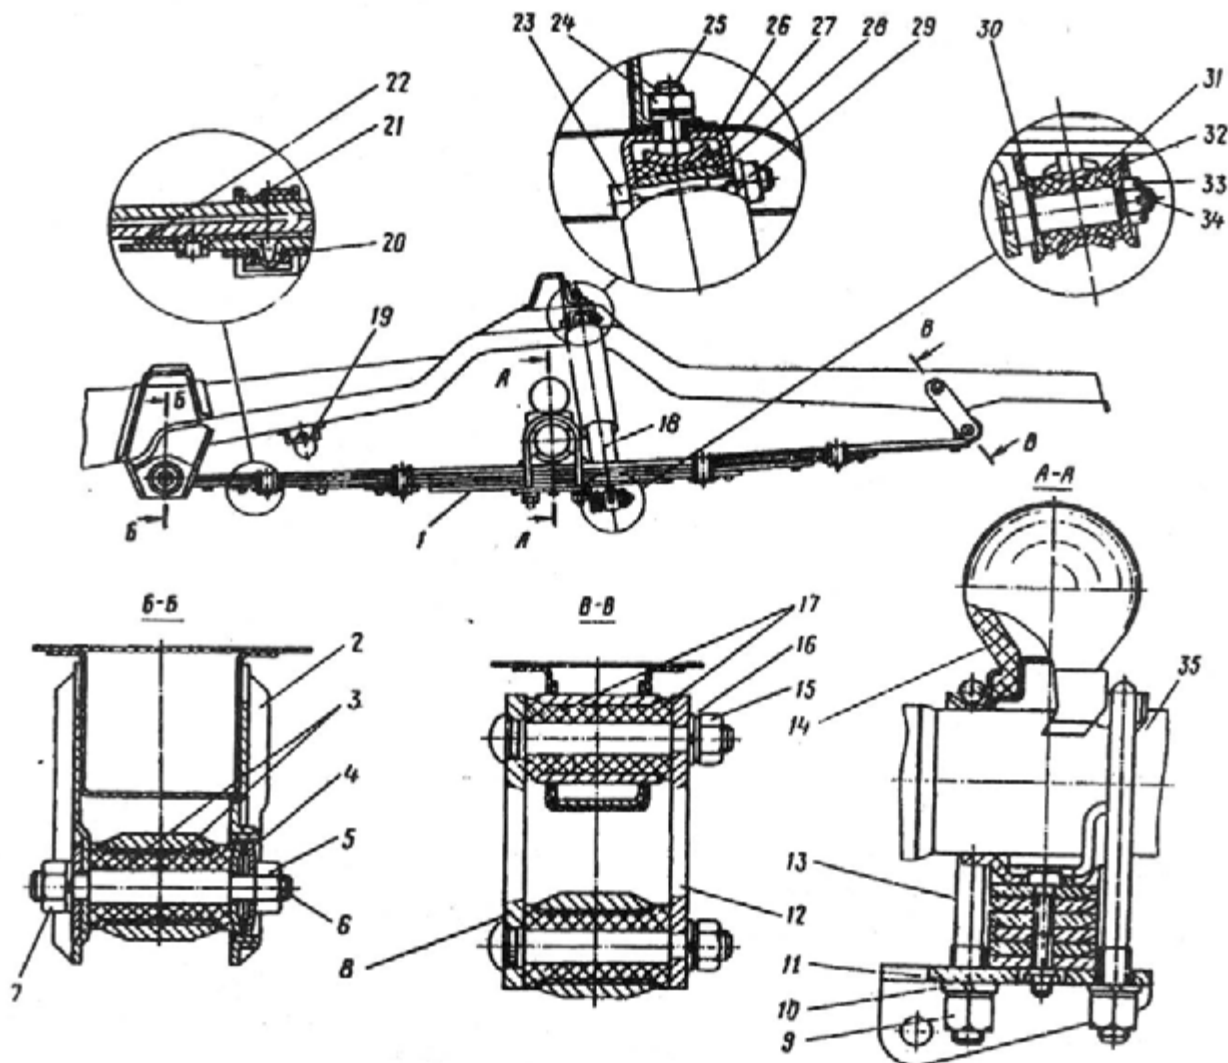

Рис. 196. Задняя подвеска:
3. Отверните гайки 9 (рис. 196) стремянок, снимите пружинные шайбы 10, накладку 11 стремянок и резиновый буфер сжатия 14.
2. Разогните хомуты 21 (см. рис. 196).